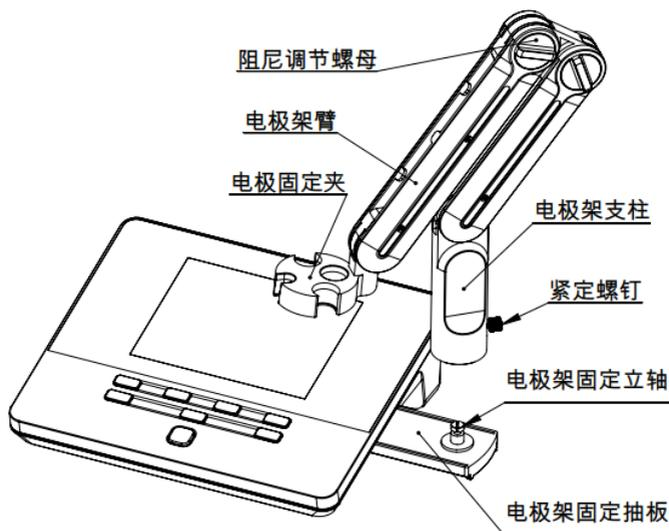

图 4-4 多功能电极支架安装示意图
- 2) 将多功能电极架支柱（图 4-4）插入多功能电极架抽板的立轴上，